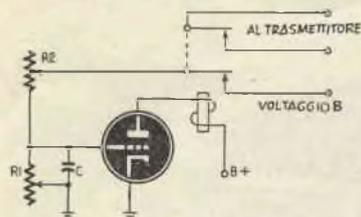

Fig. 6 - Codificatore elettronico per variazioni nell'ampiezza o nella distanza di tempo tra gli impulsi.
Ed ora ai cassetti. Se questi differiscono per quanto riguarda le dimensioni, il lavoro da eseguire, per il taglio dei canali e delle scanalature necessarie è identico (fig. 6) ed una volta che la sega circolare sia stata preparata per uno qualsiasi dei tagli da fare su di un pezzo, può essere usata per quel taglio su tutti i membri.
Lungo ogni estremità dei pannelli destinati a formare il dorso di ogni cassetto (DC) e (DH) va tagliata una linguetta che si adatti al canale (fig. 6), mentre un canale di 20x20 mm. va tagliato nel bordo inferiore del dorso di ogni cassetto, come indicato in figura 6; deve adattarsi sulla guida e mantenere bene a posto il cassetto durante i movimenti per aprirlo e chiuderlo.